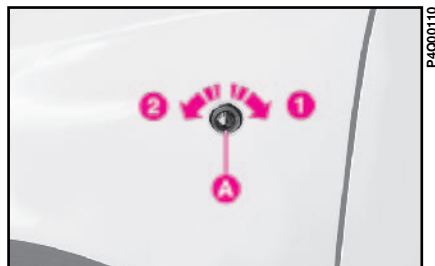

fig. 20
1) gire el transparente **A-fig. 20** a la posición **2** en el sentido de marcha del coche;